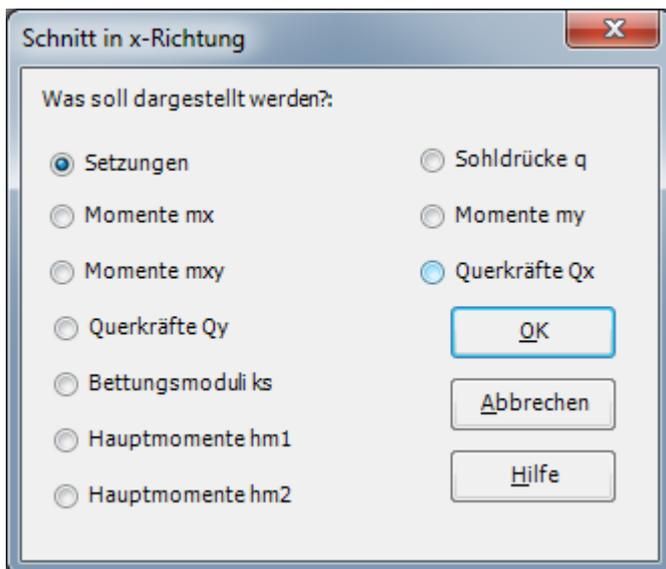

Bild 10.39 Optionsfeld "Schnitt in  $x$ -Richtung"
- Wählen Sie "Schnitt in  $x$ -Richtung" aus dem Menü "Schnitte" auf der Registerkarte "Ergebnisse". Das folgende Optionsfeld im Bild 10.39 erscheint